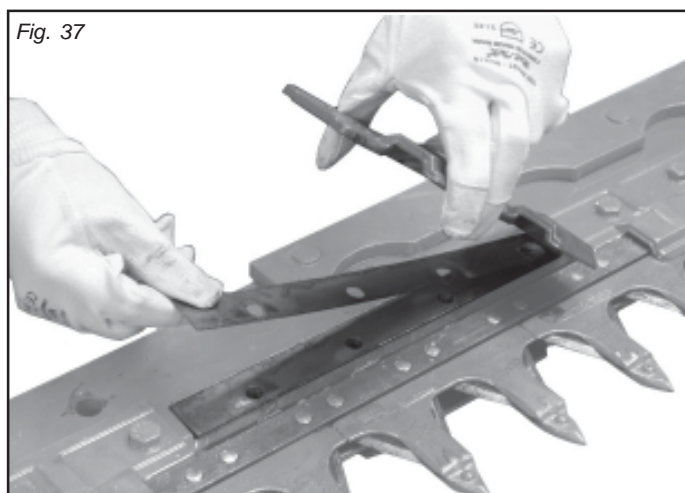

Fig. 37
- Eine oder mehrere Verstärkungen entfernen (Abb. 37);